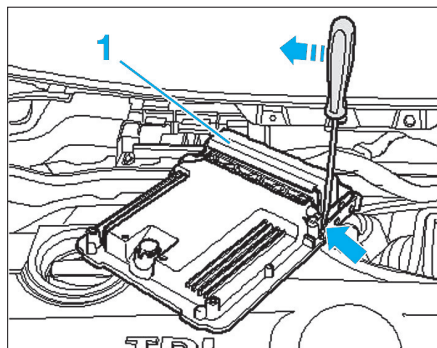

Fig. 27
- Introduire un tournevis entre les deux arrêtoirs puis avec précaution, pousser le tournevis tout en tournant l'étrier de sûreté (1) pour le dégrafer (Fig.27).